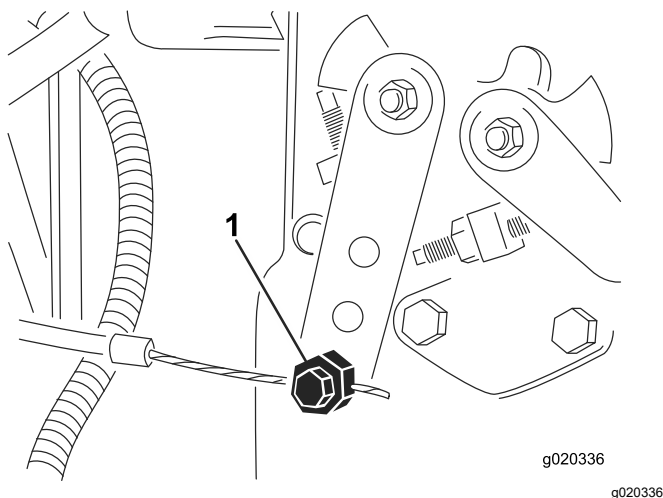

Figura 92
4. Desaperte o dispositivo de ligação do cabo do acelerador na alavanca da bomba de injeção (Figura 92).